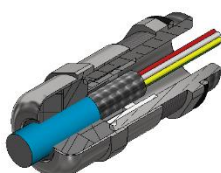

fig.2
- Introduire le câble dénudé jusqu'en butée sur la griffe (fig.2)